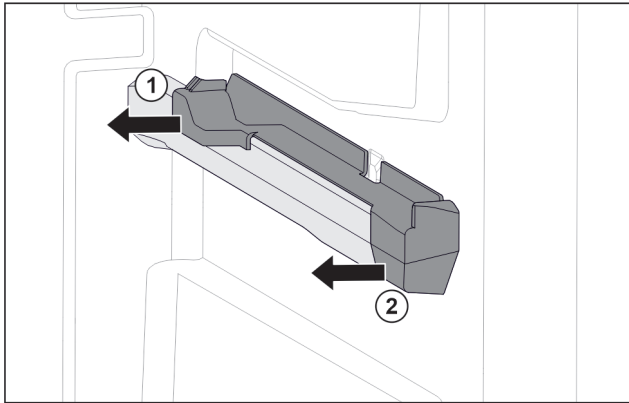

Fig. 73 Elemento inseribile sulla nervatura destra del contenitore
- ▶ Estrarre l'elemento inseribile dal lato posteriore di lato. Fig. 73 (1)
- ▶ Estrarre l'elemento inseribile dal lato anteriore di lato. Fig. 73 (2)